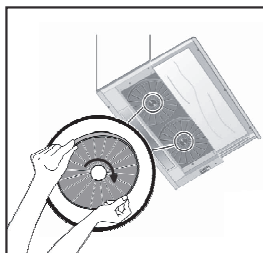

Fig. 6: FILTRO DE CARBONO AF 100
3. Coloque o filtro de carbono na sua carcaça. Fig. 6
4. Rode o filtro de carbono para a direita e assegure-se de que está completamente ajustado. Fig. 6